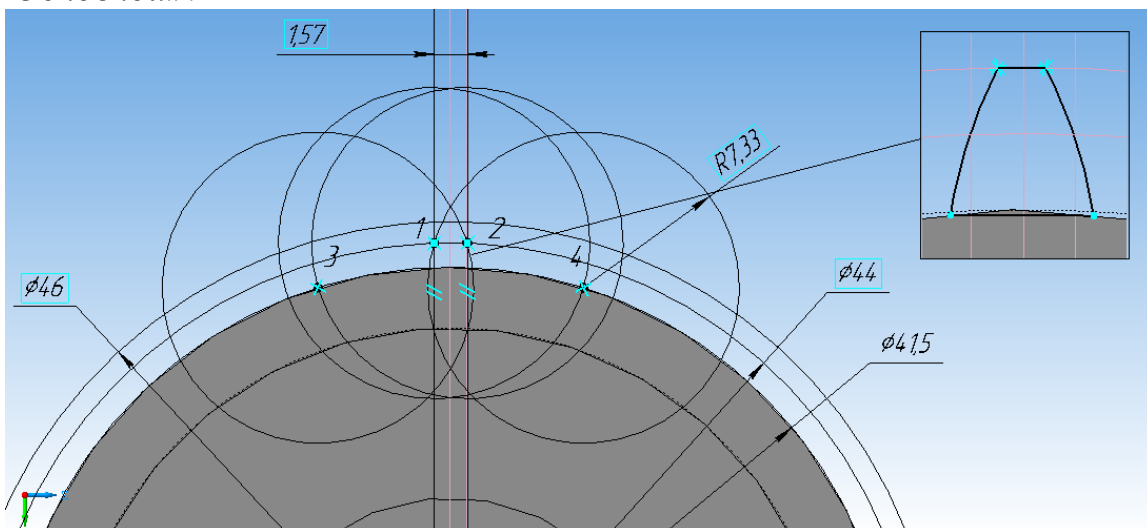

Рисунок 105.
4. Выберите торцевую плоскость повода с обратной стороны и постройте на ней эскиз (рисунок 105) согласно схеме и нашим расчетам. Линии построения создавайте стилем – «Вспомогательной», а контур зуба – «Основной».